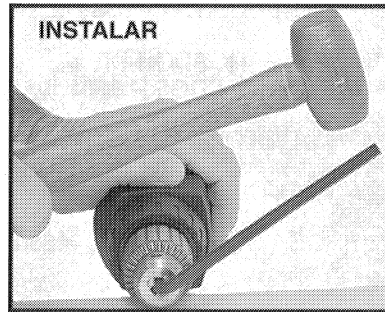

Fig. 10
7. Atornille el mandril en el árbol (eje) en sentido a las manecillas del reloj. Apriételo a mano. Inserte la llave Allen como está indicado en número 5 arriba. Con el mandril en una superficie sólida, coloque la llave hexagonal a la derecha (vea Fig. 10) y golpéela con un martillo para asentar el mandril.